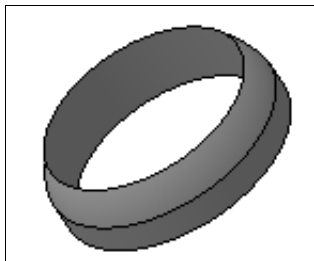

Рис. 24.11. Модель Манжета
- ◆ нажмите кнопку **Создать объект**. Система создала твердотельную деталь с заданными параметрами. В Дереве модели выделите ПК мыши элемент **Поверхность вращения** и выберите команду **Скрыть**. Вы увидите созданную модель (рис. 24.11). Сохраните данную модель под именем *Манжета*.